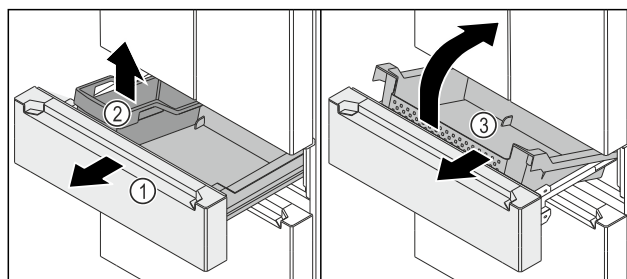

Fig. 146
- Vytiahnite vyťahovací vozík Fig. 146 (1) až na doraz.
- Vyberte FlexBox Fig. 146 (2).
- Zdvihnite nádobu Fig. 146 (3) dopredu.
- Vybertenádobu Fig. 146 (3) šikmo dopredu.